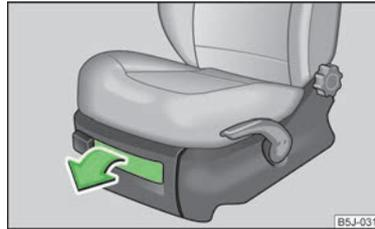

Abb. 71
- Zum Öffnen der Klappe den Griff ziehen » Abb. 71.